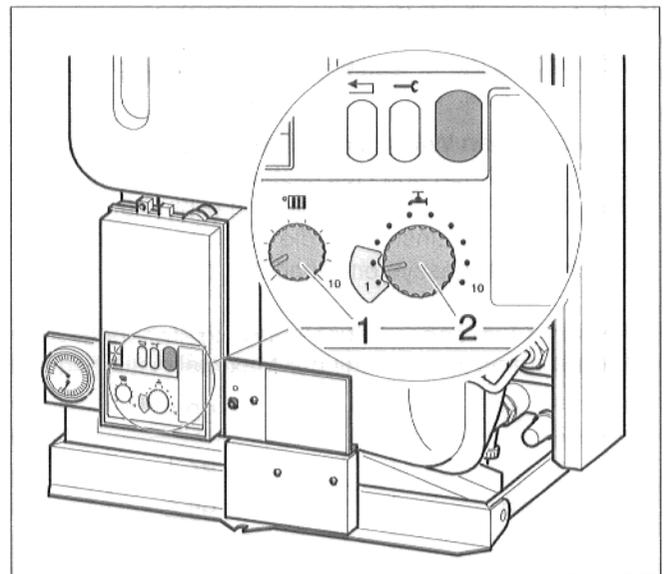

Abb. 19 Vorlauftemperatur, Warmwassertemperatur
- Regler (Abb. 19, Pos. 1) auf die gewünschte maximale Vorlauftemperatur, je nach Auslegung der Anlage und entsprechend Tab. 3 einstellen. Werkseinstellung = 7 (73 °C).
- Gewünschte Warmwassertemperatur mit Regler für Warmwassertemperatur (Abb. 19, Pos. 2) entsprechend Tab. 4 einstellen